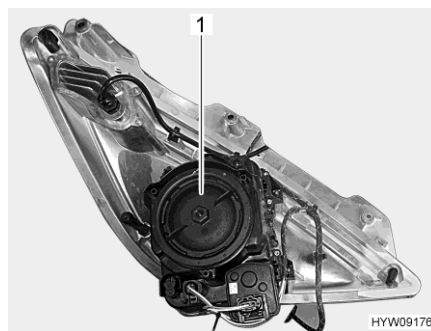

Fig. 219 Faro delantero (lado trasero)
- Girar la tapa de la caja (Fig. 219,1) en sentido contrario a las agujas del reloj y quitarla.
- Colocar la tapa de la caja (Fig. 219,1) y apretarla en sentido de las agujas del reloj.